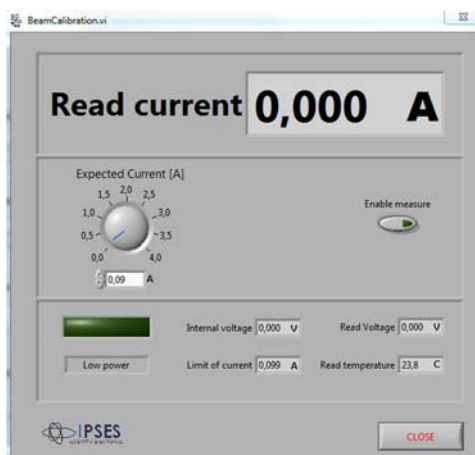

Figura 44 – Finestra Beam Calibration
Il tasto **Beam calibration**, presente sul pannello principale, permette di accedere alla finestra di riletura dei valori elettrici della cella per la calibrazione manuale del simulatore solare. In questa modalità SoCRATes mantiene in corto circuito la cella solare e legge la corrente da essa erogata. L'operatore deve impostare il valore tipico di corrente di corto circuito della cella solare (I_{SC}) nella casella **Expected Current (A)** (Figura 44).